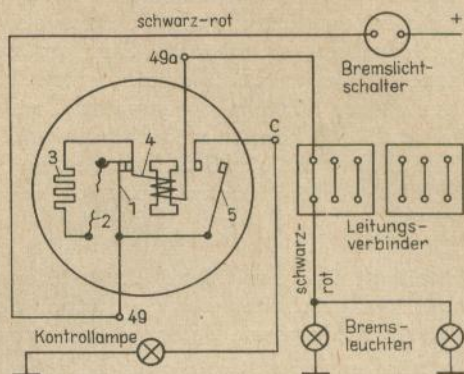

Abb. 88
auch bei Schaltung der Bremsleuchten als Rückfahrlicht wirksam – läßt bei jeder Bremsbetätigung erkennen, ob beide Bremsleuchten funktionieren. Leuchtet nur eine Bremsleuchte, so bleibt die Kontrolllampe dunkel, ebenso beim Ausfall des Bremslichtschalters, einem Kabelbruch usw. Wie die Abbildung 88 zeigt, dient ein Blinkgeber 6 V,  $2 \times 15$  W, dessen Hitzdraht (2) defekt ist oder entfernt wurde, als Kontrollrelais. Der Strom fließt über den Blinkanker (1), über dessen auf Grund des defekten Hitzdrahtes geschlossenen Kontakte in die Stromspule 4, über Klemme 49a zum Leitungsverbinder (unter dem Armaturenbrett) und zu den Bremsleuchten. Der Kontrollanker (5), der die Kontrolllampe einschaltet, wird von der Stromspule nur angezogen, wenn der Gesamtstrom beider Leuchten fließt.